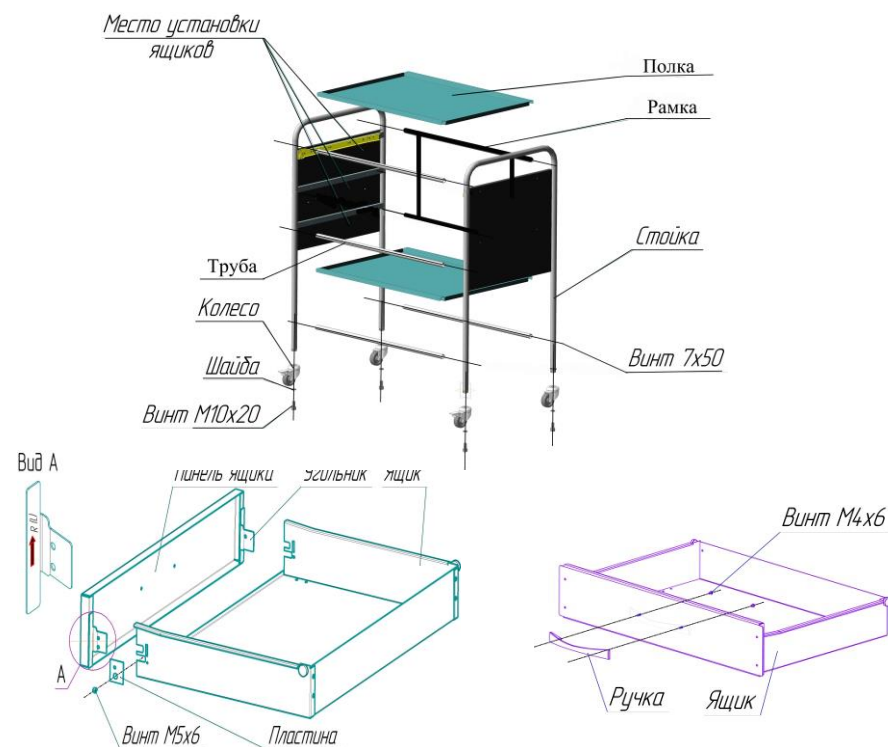

Рисунок 1 – Схема сборки столика
Сборку столика производите в следующем порядке (см. рисунок 1):
- соедините панель ящика с ящиком с помощью пластин и винтов М5х6, как показано на рис.1, сориентировав при этом угольники, расположенные на панели ящика, стрелкой вверх,